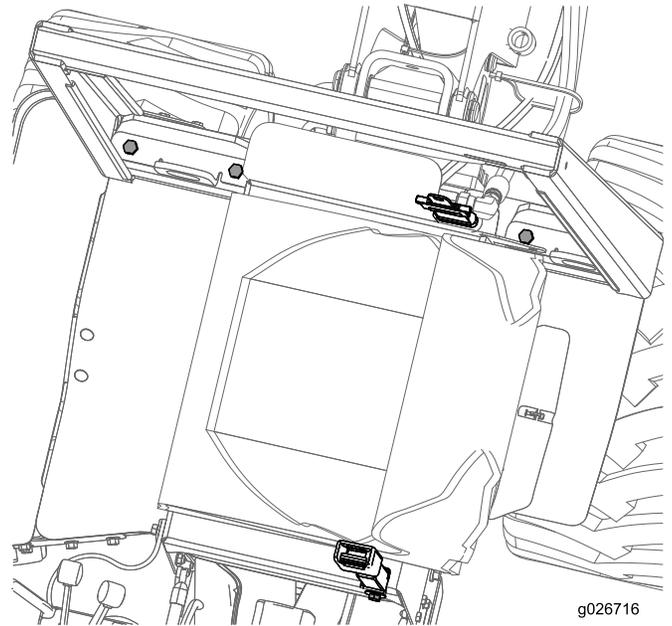

Figura 45
1. Compruebe que los 4 pernos que sujetan la barra del ROPS al chasis de la máquina están apretados a 162–176 N-m (120–130 pies-libra); consulte Figura 45.
2. Compruebe que los pernos y las tuercas que sujetan el retractor y la hebilla del cinturón de seguridad al asiento están apretados a 104–115 N-m (77–85 pies-libra); consulte Figura 45.